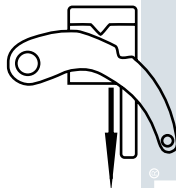

Рис. 2 – Положение переключателя при опускания груза
1. Приняв все необходимые меры безопасности, убедитесь, что рукоять находится в горизонтальном положении, установите переключатель в положение опускания груза, как показано на рис. 2.